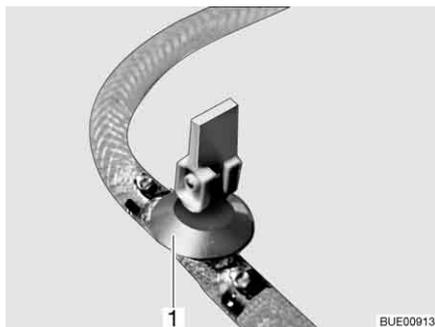
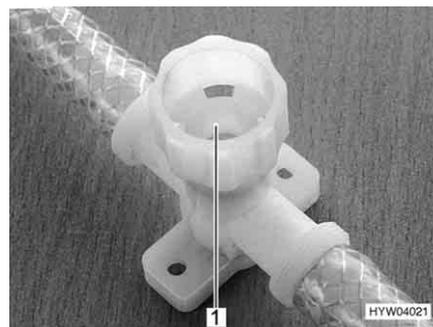

Fig. 229 Rubinetto di scarico (con leva a bilancere)
Fig. 230 Rubinetto di scarico (con tappo a vite)
- Chiudere tutti i rubinetti di scarico. Mettere la leva a bilanciere del rubinetto di scarico (Fig. 229,1) orizzontale o chiudere il coperchio del rubinetto di scarico (Fig. 230,1) in senso orario.